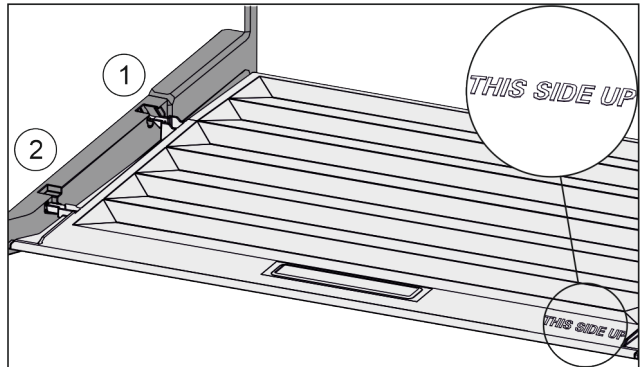

Fig. 64
- ▶ Пъхнете шийките на капака през отвора в задния държач Fig. 64 (1) и фиксирайте отпред в държача Fig. 64 (2).